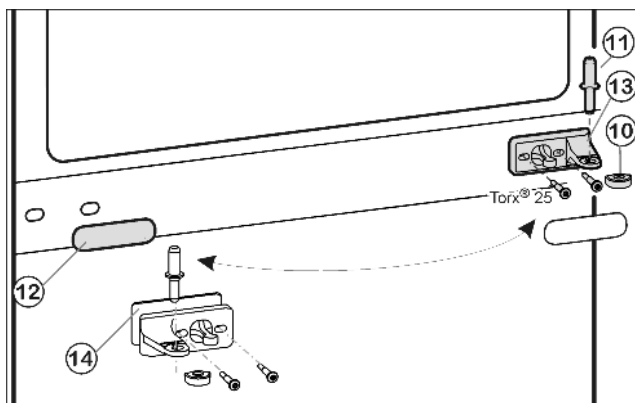
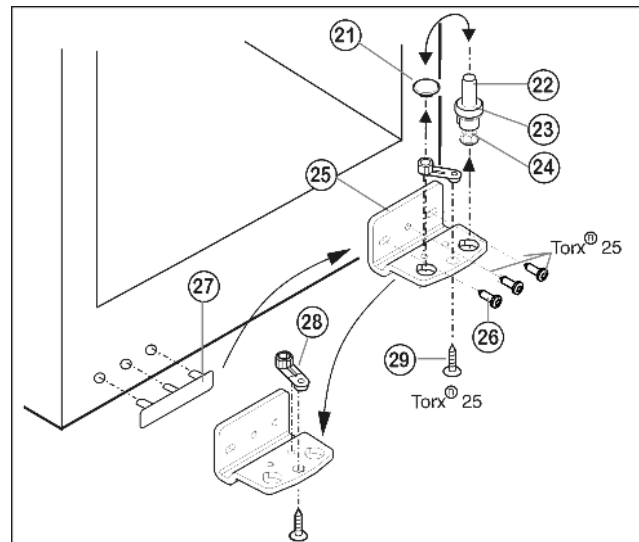

Fig. 6
Fig. 7
- ▶ Middelste lagerbout Fig. 6 (11) uit de lagerbus en de onderste deur uittrekken.
- ▶ Kunststof kapje Fig. 6 (10) afnemen.
- ▶ Middelste lagerbus Fig. 6 (13) losschroeven (2 maal Torx® 25).
- ▶ Afdekplaat Fig. 6 (12) voorzichtig afhalen.
- ▶ Middelste lagerbus Fig. 6 (13) met onderlegschiifje Fig. 6 (14) 180° gedraaid aan de nieuwe scharnierkant **goed (met 4 Nm)** vastschroeven.
- ▶ Afdekplaat Fig. 6 (12) 180° gedraaid aan de nieuwe greepzijde weer vastklikken.
- ▶ Lagerbout Fig. 7 (22) compleet met schijfje Fig. 7 (23) en stelootje Fig. 7 (24) naar boven eruit trekken.
- ▶ Stop Fig. 7 (21) eraf halen.
- ▶ Lagerbus Fig. 7 (25) losschroeven Fig. 7 (26).
- ▶ Lagerdeel Fig. 7 (28) losschroeven Fig. 7 (29) en in het tegenoverliggende opnamegat van de lagerbus omzetten en weer vastschroeven.
- ▶ Afdekking aan de greepzijde Fig. 7 (27) voorzichtig optillen en op de tegenoverliggende zijde plaatsen.
- ▶ Lagerbus Fig. 7 (25) aan de nieuwe scharnierzijde evt. met behulp van een accuschroevendraaier weer **goed (met 4 Nm)** vastschroeven.
- ▶ Stop Fig. 7 (21) weer in het andere gat aanbrengen.
- ▶ Lagerbout Fig. 7 (22) compleet met schijfje en stelootje weer aanbrengen. Er daarbij erop letten, dat de sluitnok naar achter wijst.
- ▶ Plaats de onderste deur van boven op de onderste lagerbout *Fig. 7 (22)*.
- ▶ Het kunststof kapje *Fig. 6 (10)* weer op de middelste lagerbus *Fig. 6 (13)* zetten.
- ▶ Middelste lagerbout *Fig. 6 (11)* op de nieuwe scharnierzijde in de onderste deur plaatsen door de middelste lagerbus *Fig. 6 (13)*.
- ▶ Bovenste deur op de middelste lagerbout *Fig. 6 (11)* zetten.
- ▶ De deuren eventueel via de beide langgaten in de onderste lagerbus *Fig. 7 (25)* en middelste lagerbus *Fig. 6 (13)* ten opzichte van de kast uitlijnen. Eerst de middelste schroef in de onderste lagerbus *Fig. 7 (25)* uitdraaien.